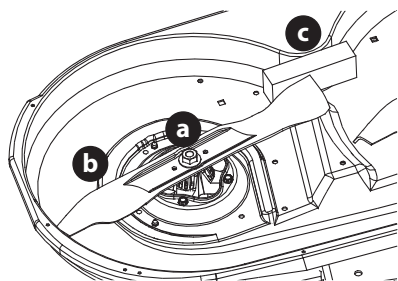

Figura 50
2. Coloque un bloque de madera (c) entre el alojamiento de la plataforma y el borde de corte de la cuchilla (b) para ayudar a aflojar la tuerca hexagonal (a) que fija la cuchilla (b). Utilice una llave de 15/16 pulgadas para aflojar la tuerca hexagonal (a) (Figura 50).